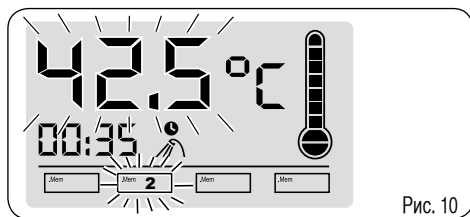

Рис. 10
5. Чтобы установить желаемую температуру потока воды, можно установить 1 из 4 возможных позиций разбрызгивания на головке душа. (Рис. 10)
Если в светодиодном индикаторе светится лампочка перегрева воды – температура воды слишком высока и автоматический термодатчик отключил нагревательные элементы. При этом уменьшите температуру потока воды увеличением количества воды или снижением мощности. Изменение температуры возможно также путем выбора 1 из 4 возможных позиций разбрызгивателя на головке душа. (Рис. 10)
Температурные установки, находящиеся в памяти появятся через 3 сек. Используя кнопки Up/Down (вверх/вниз) возможно увеличить/уменьшить температурный режим на 0,5°C при каждом нажатии. Когда будет достигнута необходимая температура, нажмите кнопку Mem/Set и держите около 5 сек. **[M?]** После этого на дисплее начнут мигать температурные показатели (рис. 10), обозначая, что установки сохранены.